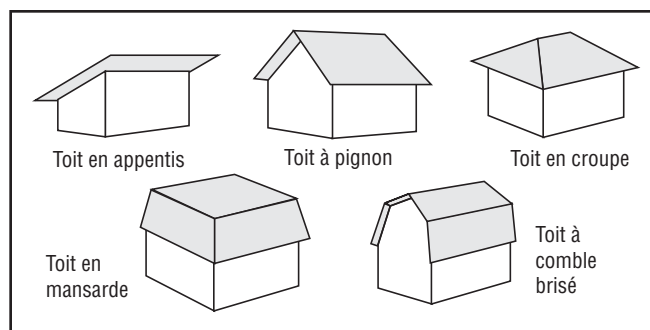

Figure Gl-10
**Toit à comble brisé** – Toit à deux versants dont chacun est brisé par un angle obtus, de sorte que la pente inférieure est plus raide que la pente supérieure. Forme un pignon à chaque extrémité (*figure Gl-10*).
**Toit à pignon** – Toit formé de deux pans inclinés de même angle de chaque côté du faîte. Forme un pignon à chaque extrémité (*figure Gl-10*).
**Toit en appentis** – Toit composé d'un seul pan incliné, sans arête, faîte, noue ni pignon (*figure Gl-10*).
**Toit en croupe** – Toit composé de pans de même inclinaison sur chacun des quatre côtés. Ne forme pas de pignon (*figure Gl-10*).
**Toit en mansarde** – Toit formé de deux pans d'inclinaison différente sur chacun des quatre côtés. L'inclinaison du pan le plus bas est beaucoup prononcée que celle du pan supérieur, qui est souvent presque à la verticale. Ne forme pas de pignon (*figure Gl-10*).